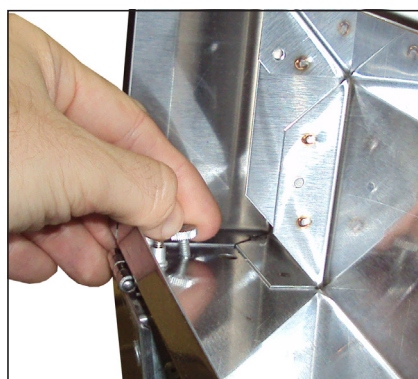

Fig. 2. Maintenez le pare-pluie ouvert avec les vis à tête moletée.
3. Déposez les vis à tête moletée. Soulevez ensuite le pour l'ouvrir et vissez les vis à tête moletée dans leurs emplacements d'origine. Voir Fig. 2.